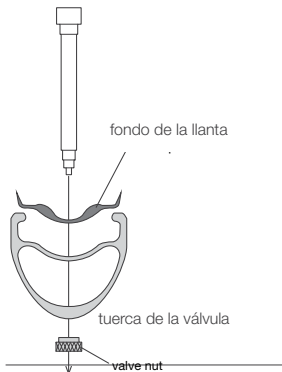

Figura 1. La forma en U del fondo de la llanta debe quedar hacia el centro de la llanta.
2. Alinee el orificio de la válvula de la llanta y el de la válvula del fondo de la llanta. La forma en U del fondo de la llanta debe quedar hacia el centro de la llanta y la parte descentrada del fondo coincidir con la de la llanta (Figura 1).